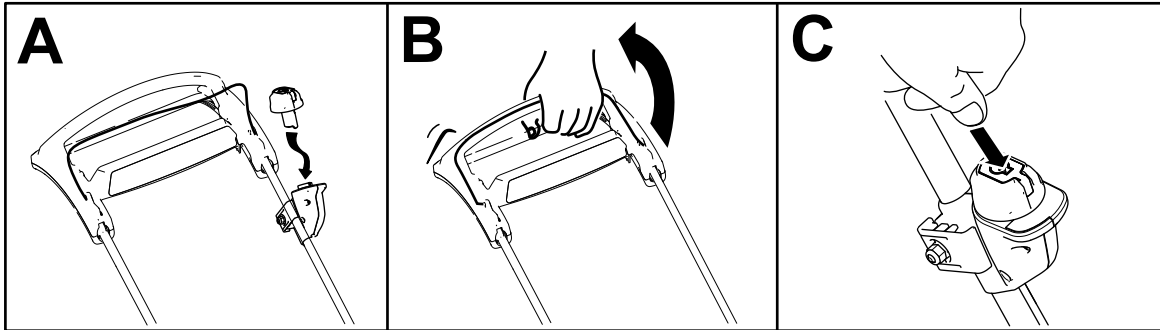

Bild 9
2. Führen Sie den Elektrostarttaster in den Elektrostartschalter (A in Bild 9).
3. Drücken Sie den Schaltbügel und halten Sie ihn gegen den Holm (B in Bild 9).
4. Halten Sie den Elektrostarttaster gedrückt, bis der Motor startet (C in Bild 9).